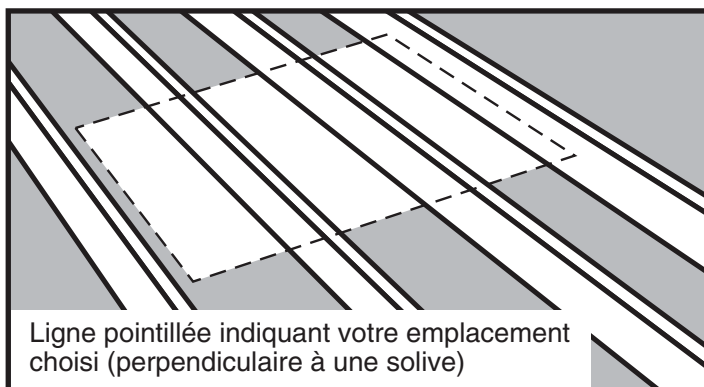

Figure 8
(B) Si l'emplacement choisi est perpendiculaire aux solives, marquez la largeur de l'ouverture brute sur le dessus des solives (Voir la Figure 8).